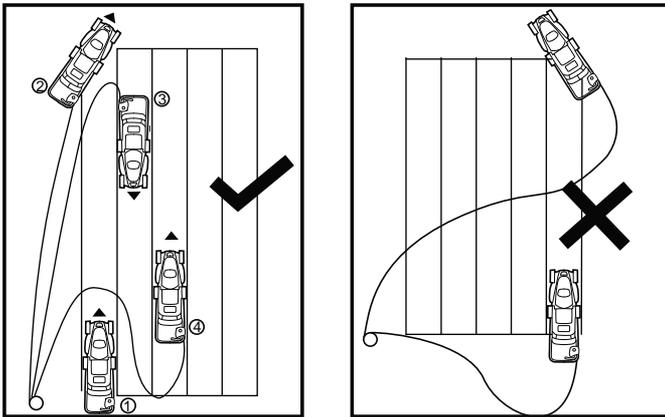

Fig.16
- > Suivez la procédure d'utilisation adéquate afin d'assurer que les lames n'entrent jamais en contact avec la rallonge. Les lames peuvent endommager les câbles et entraîner un contact avec des pièces sous tension (Fig.16).